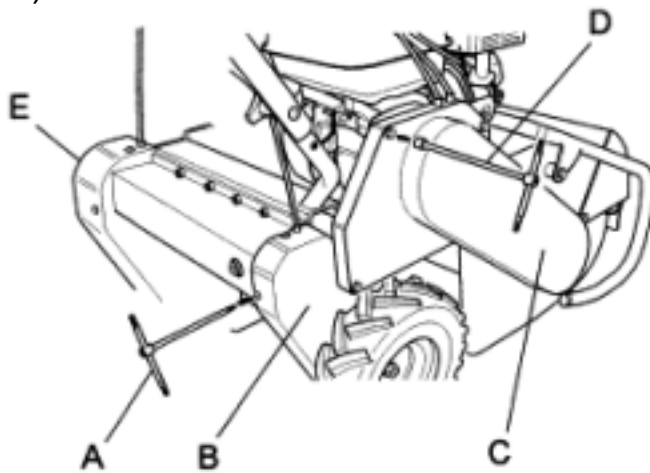

Fig. 6
- rimuovere la protezione in plastica (fig. 6 rif.B, E), svitando e togliendo le viti fissaggio tramite la chiave indicata in figura 6 rif. A.
- Rimuovere la protezione in plastica (fig. 6 rif.C), svitando e togliendo le viti fissaggio tramite la chiave indicata in figura 6 rif. D.
- I carter di protezione delle cinghie (Fig. 6 rif.B, C, E) e le protezioni della lama (Fig. 1 rif. E)devono essere sempre correttamente installati ed integri. In caso di danneggiamento, provvedere alla loro riparazione prima che la macchina venga riutilizzata.
- Pulire l'interno dei carter copri-cinghia (fig. 6, rif. B, C, E) con un getto d'aria.